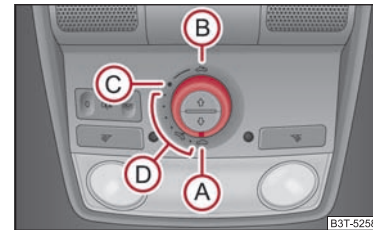

Abb. 43 Drehschalter für das Panorama-Schiebedach
Das Panorama-Schiebedach mit Sonnenschutzrollo können Sie nur bei eingeschalteter Zündung mit dem Drehschalter bedienen ⇒ Abb. 43. Der Drehschalter hat mehrere Stellungen.
- Drehen Sie den Schalter in Stellung **(C)** ⇒ Abb. 43.
- Drehen Sie den Schalter in Stellung **(A)** ⇒ Seite 59, Abb. 43.